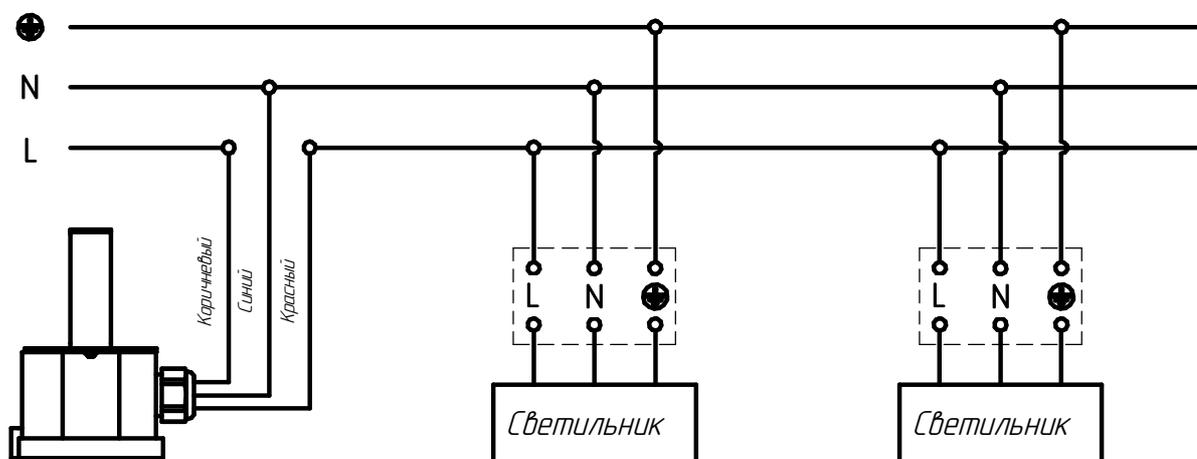

Рисунок 4 - Схема подключения датчика MS415 IP65
6.5 Подключите датчик к электрической сети согласно схеме (рис. 4)